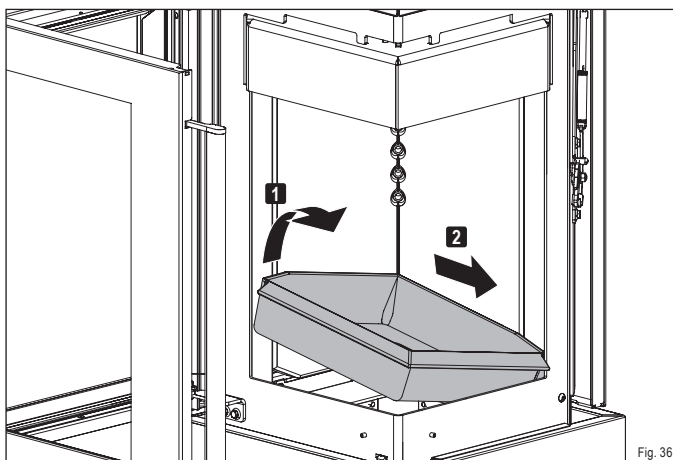

Fig. 36
- ▶ Tournez la grille foyère sur le bord droit et retirez- **1** la du foyer **2** (Fig. 36).